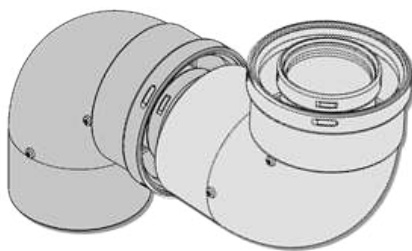

Рис. 30 Два колена соединённые напрямую.
- **Не рекомендуется** одно колено напрямую соединять с другим коленом (См. Рис. 30) Для стабилизации потока газа всегда необходимо между коленами вставлять участок прямой трубы (минимум 0,5 м. для колена 90° и 0,2 м. для колена 45°). В случае если приходится соединять два колена 90° друг за другом, без минимального участка для стабилизации, то при расчёте длины дымохода **необходимо** учитывать, что в этом случае потеря давления в каждом колене увеличивается в два раза.